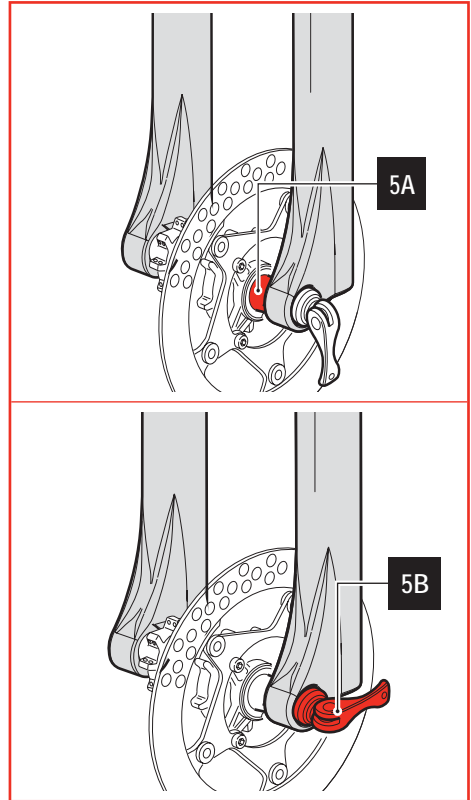

Abbildung 5 - Radmontage auf gabeln mit Aufnahmefuß mit Schnellauslösung QR
- Die Mitte des Rads mit den beiden Radachsen ausrichten (siehe **5A** in **Abbildung 5**).
- Die Radachse durch die rechte Radaufnahme und das Rad schieben und in der linken Radaufnahme befestigen (siehe **5A** in **Abbildung 5**).
- Die Radachse durch die Schnellauslösungs-Vorrichtung fixieren (siehe **5B** in **Abbildung 5**).